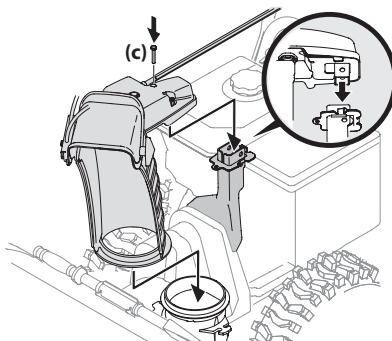

Figure 2-21
3. Placez la goulotte sur sa base avec la tige de commande de la goulotte placée sous le panneau de bord. Réinstallez le boulon hex. enlevé précédemment mais ne le fixez pas avec l'écrou à oreilles à ce temps. Voir a Figure 2-21.